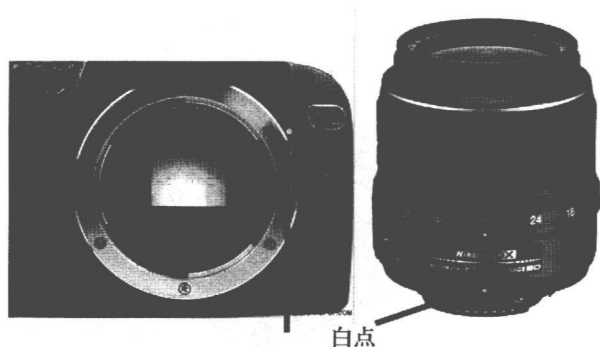

图 1-1-7
1. 镜头的装卸。卸镜头时，用一手持握照相机的机身，并按下机身上的镜头锁钮，另一只手旋转镜头，直到转不动为止，这时候，可小心地将镜头卸下。装镜头时，将镜头与机身上的白点相对，使镜头与机身平稳靠紧，向相反方向转动镜头，直到转不动为止，此时会听到“咔嚓”声，镜头装好后，不能回转，光圈最大时，从正面不能看到镜头内光圈的叶片（如图 1-1-7 所示）。